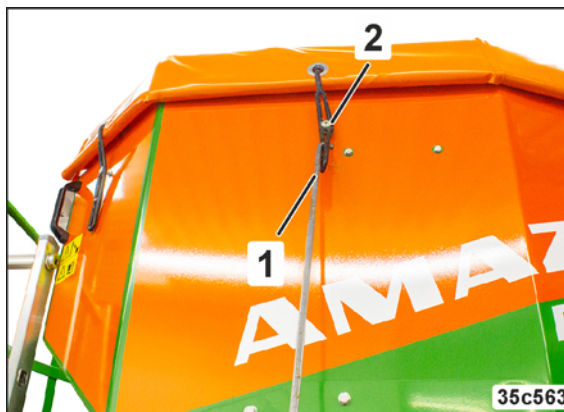

Fig. 242
4. Détachez les sangles en caoutchouc (Fig. 242/1) avec le crochet de la bâche (Fig. 242/2).